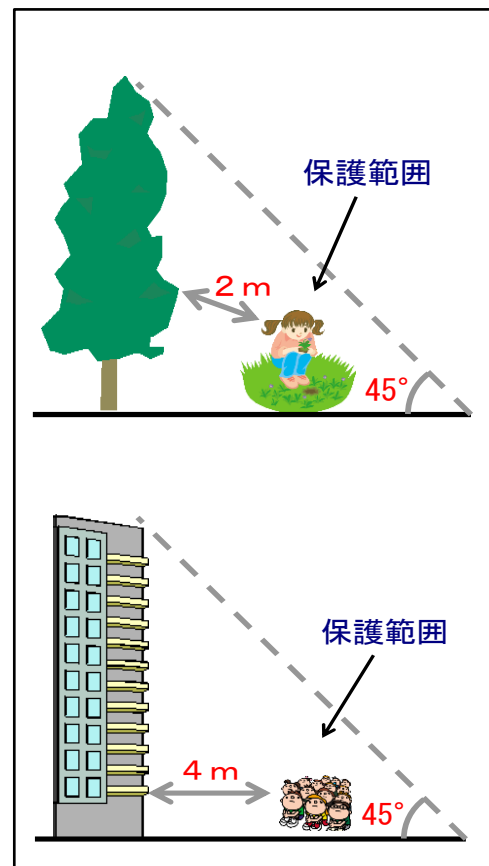

図1 保護範囲
- 安全な場所は、高い建物などの一番高い所から約 45° の範囲です。これを「保護範囲」と言います(図1)。高い建物では、雷が屋上の避雷針に落ちずに、壁に落ちることもありますので、この保護範囲は一応の目安と考えます。
- 保護範囲の中であっても高い物に接近しすぎると「側撃」を受けることがあります。そのため、木の枝先から2 m以上(図1上)、建物から4 m以上(図1下)離れると安全だと言われています。したがって、建物などの高さが4 m以下の場合には保護範囲が存在しないことになります。また、建物の高さが30 m以上ある場合でも、保護範囲は30 m以上には広がらないため、建物から4 m以上離れ、かつ、離れ過ぎないようにします。